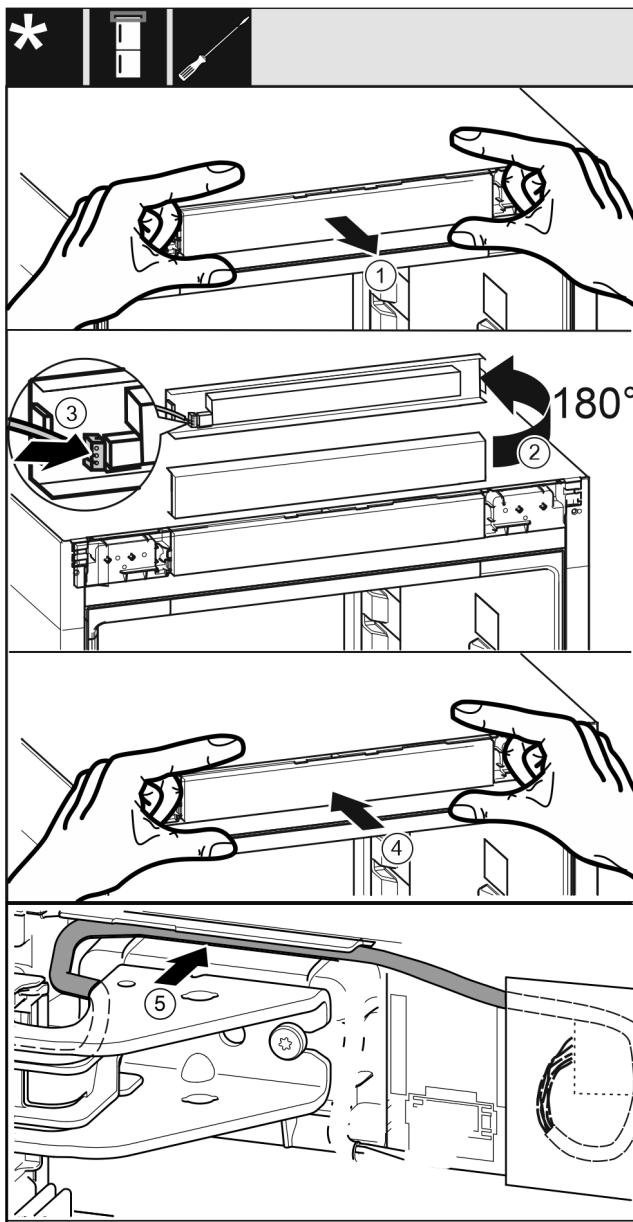

Fig. 43
- Осторожно извлеките фальшпанель. Fig. 43 (1)
- Поверните элемент вверх на 180°. Fig. 43 (2)
- Зафиксируйте штекер на фальшпанели. Fig. 43 (3)
- Снова зафиксируйте фальшпанель на устройстве. Fig. 43 (4)
- Осторожно проложите серый кабель в направляющей над верхним опорным кронштейном. Fig. 43 (5)